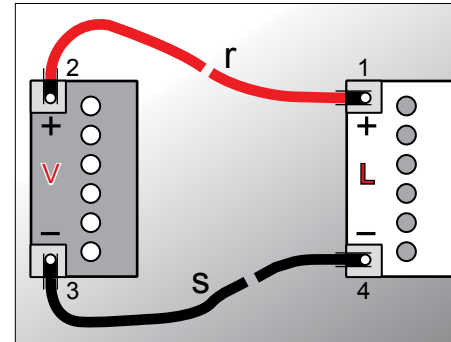

Fig. 116
1. Brancher le câble rouge d'aide au démarrage pos. r (Fig. 116) sur la borne positive de la batterie vide pos. L.
2. Brancher le câble rouge d'aide au démarrage sur la borne positive de la batterie chargée pos. V (Fig. 116).